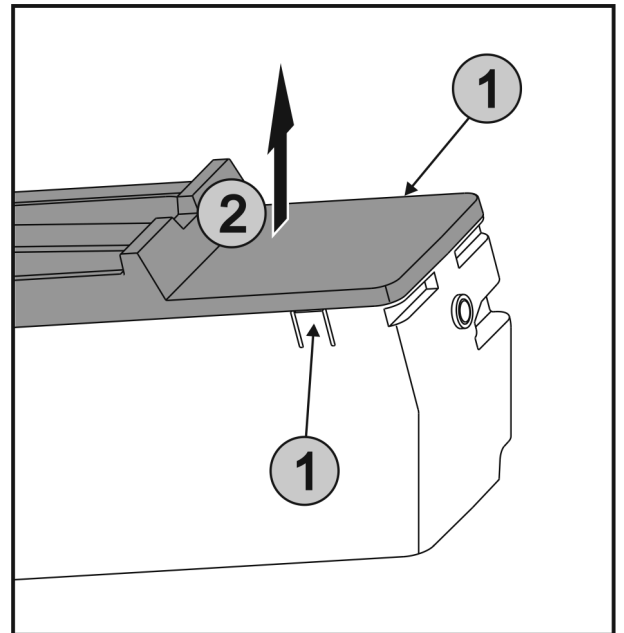

Fig. 81
- ▶ Presione simultáneamente las pestañas Fig. 81 (1) a ambos lados de EasyTwist-Ice y tire de la cubierta Fig. 81 (2) hacia arriba.